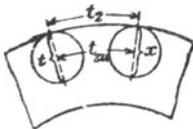

Fig. 190.
*) Bei einem Läufer mit runden Stäben liegt die engste Stelle ungefähr auf dem Kreise der durch die Stabmitte geht (Fig. 190). Ist x die Nutenweite, so ist diesmal $x = t = y$ zu setzen, daher $t_2 = x = h$, wo